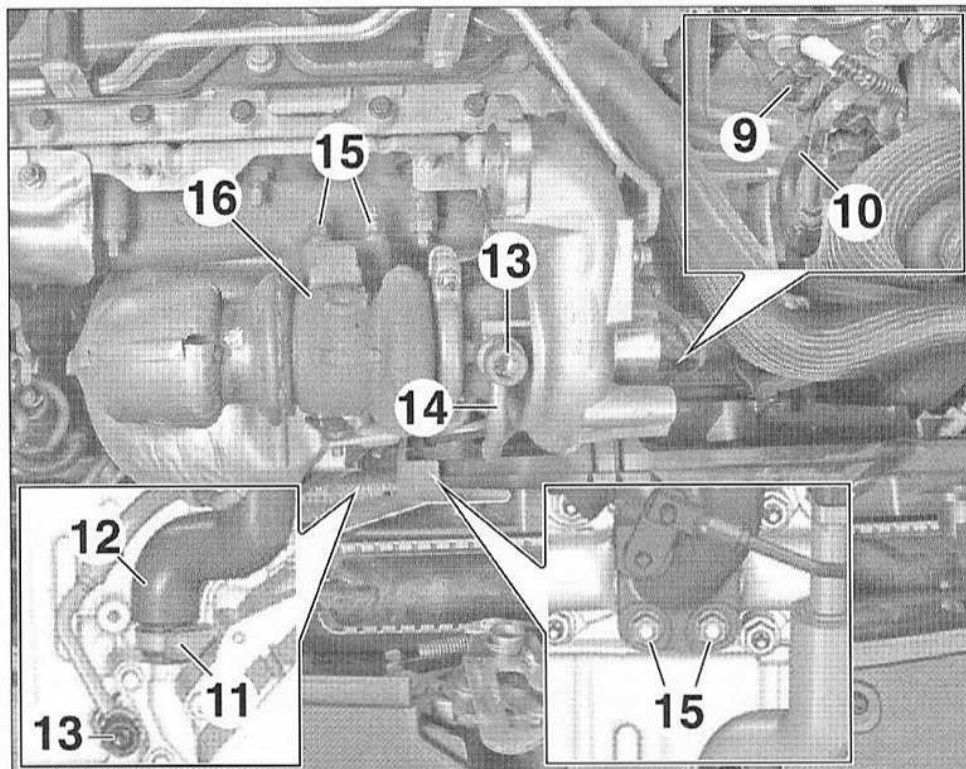

FIG.93
- Débrancher (Fig.93) :
- le connecteur (9),
- la canalisation à dépression (10).
- Desserrer le collier (11) puis désaccoupler la canalisation de retour d'huile de turbocompresseur (12).
- les vis (13),
- la canalisation de lubrification de turbocompresseur (14),
- les écrous (15),
- le turbocompresseur (16).